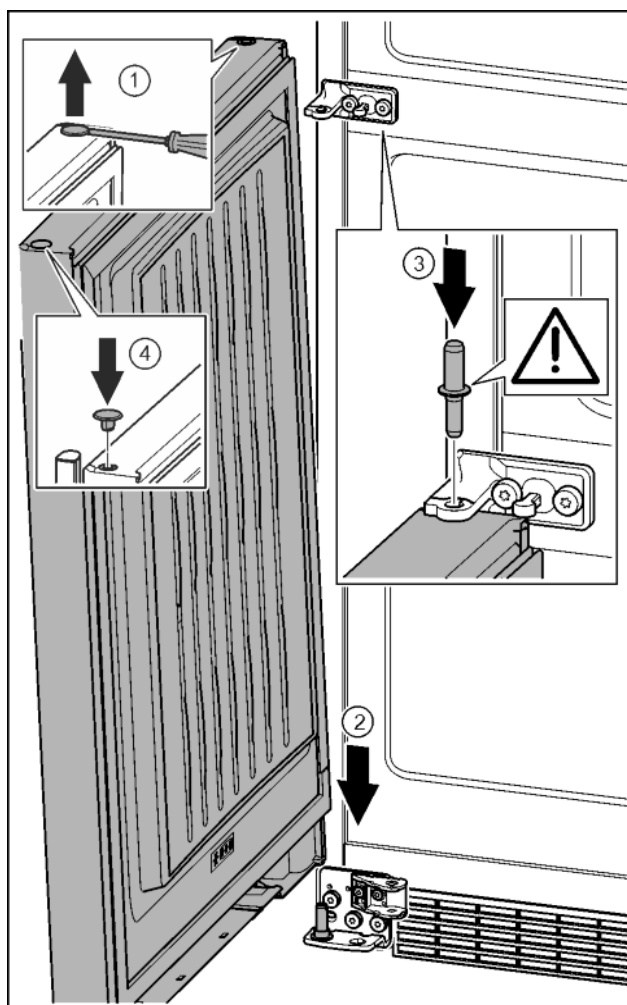

Fig. 40
- ▶ Zatyczkę ostrożnie podważyć przy pomocy śrubokręta i wyjąć. *Fig. 40 (1)*
- ▶ Założyć drzwi od góry na dolny sworzeń zawiasu. *Fig. 40 (2)*
- ▶ Przełożyć środkowy sworzeń zawiasu przez środkową płytkę zawiasu, wkładając go w dolne drzwi. Przy tym zwrócić uwagę, by krzywka zatrzaskowa wskazywała do tyłu. *Fig. 40 (3)*
- ▶ Zatyczkę założyć ponownie z drugiej strony drzwi. *Fig. 40 (4)*